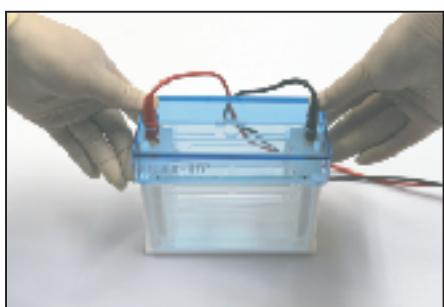

図 9
1. 泳動終了後、**KYOCERA-TR Power Supply** よりケーブルを外しセルカバーを外します。セルカバーを外す時は、図 9 のように両リムーブガイドを押さえながらセルカバーを引き上げます。